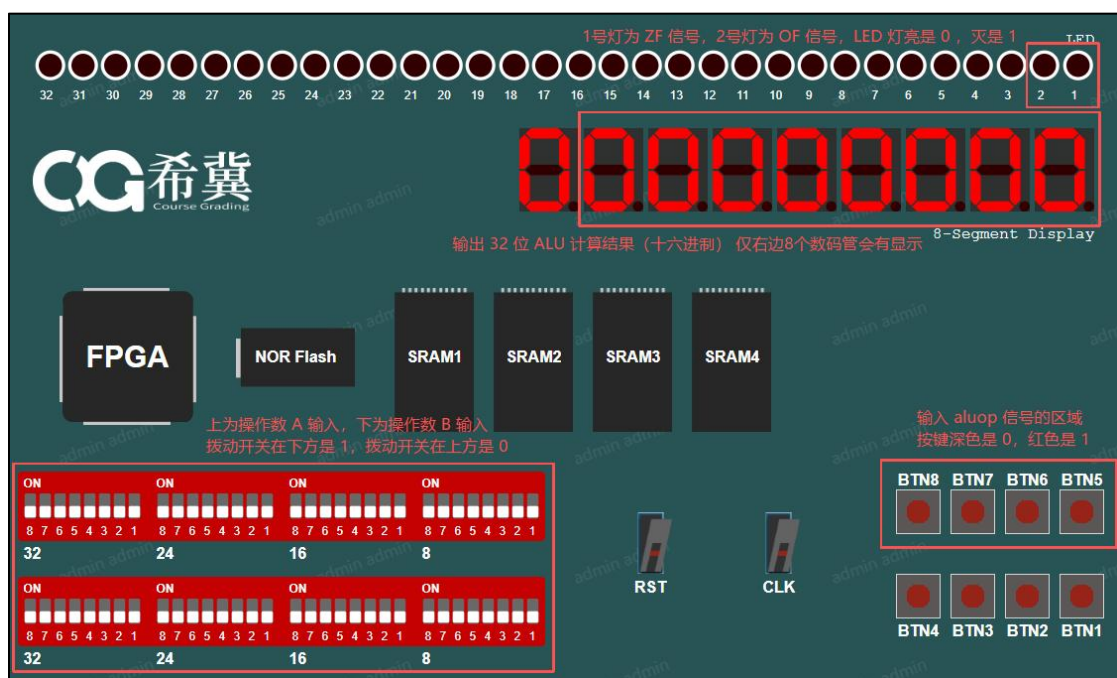

图 1-7 操作说明
8. 利用提供的开发板进行实验验证，操作说明如图 1-7 所示。